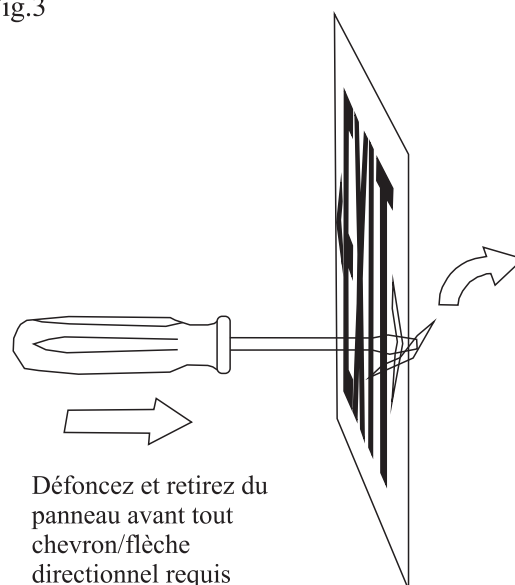

Fig.4
5.1.6. Assurez-vous de bien connecter les câbles entre la source d'alimentation c.a. et le transformateur de l'appareil: Noir, Blanc - fil de 20V-347 V; Vert - conducteur de terre; (Fig.4).
La batterie ne doit pas être connectée en polarité inverse. Vérifiez les connexions. Connectez le fil positif à la borne positive de la batterie et le fil négatif à la borne négative de la batterie. Les lampes devraient alors s'éteindre et l'indicateur de charge devrait s'allumer lorsque le courant alternatif est appliqué (Fig.4).